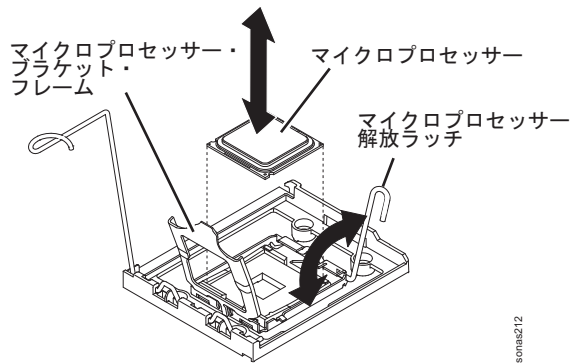

図 43. マイクロプロセッサ解放ラッチ
7. マイクロプロセッサ保持ラッチを解放します。このためには、ラッチの端を押し下げて、横に動かし、開いた (上) 位置に解放します。 図 43を参照してください。